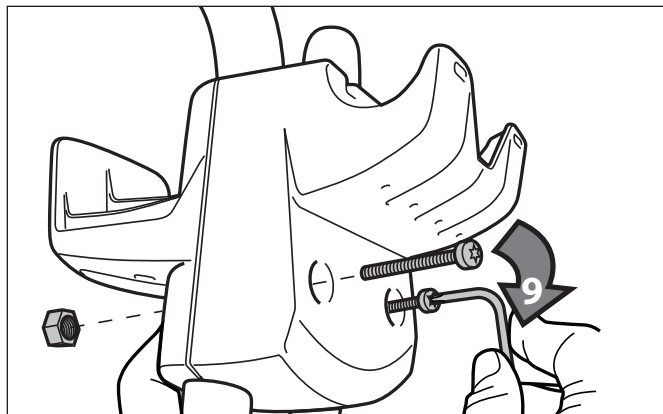

Figura 8. Asegure los soportes
6. Asegure el soporte de la unidad de control utilizando dos (2) tornillos y dos (2) tuercas y apriételes con una llave Torx. Vea la Figura 8.